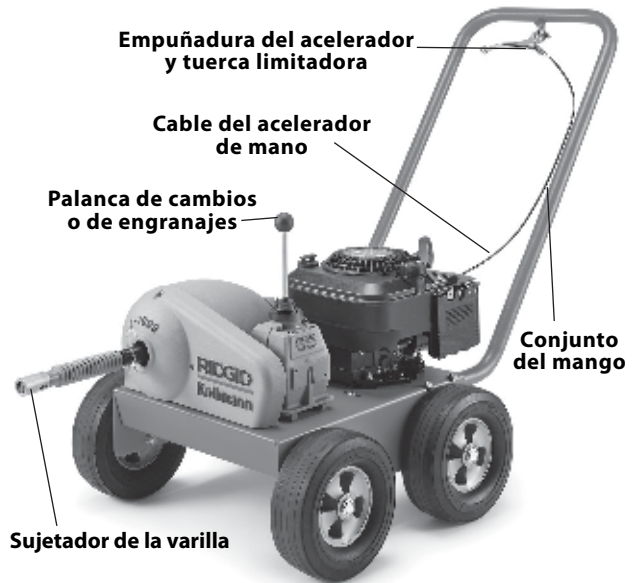

Figura 1
1. Inserte el mango en los orificios correspondientes ubicados en la base y fíjelo con los cuatro tornillos de 3/8 pulgada provistos (Figura 1).
⚠ ADVERTENCIA En ralentí, el árbol de transmisión no debe estar girando. Si el árbol de transmisión gira, asegure que el resorte del control de la aceleración esté conectado o ajuste la velocidad del ralentí en la empuñadura del cable del acelerador aflojando la tuerca limitadora y ajustando la longitud del cable (Figura 1).
- Acople varilla a la máquina en el sujetador de varilla (Figura 1).